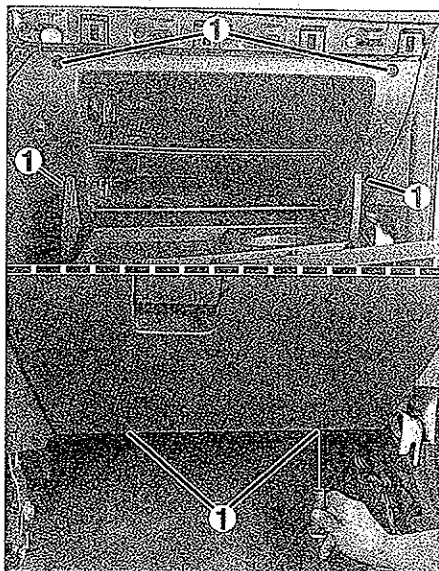

FIG. 9
- Desmontar los tornillos de fijación (1) de la guantera y retirarla (fig. 9).